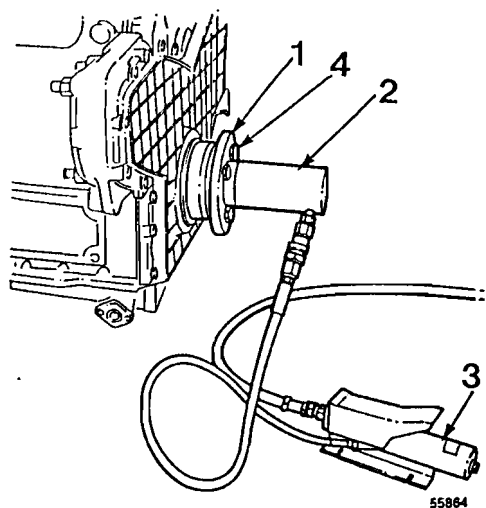

Fig. 157
- 4 Montar las herramientas en el cubo, utilizar los tornillos existentes. Véase la fig. 157.